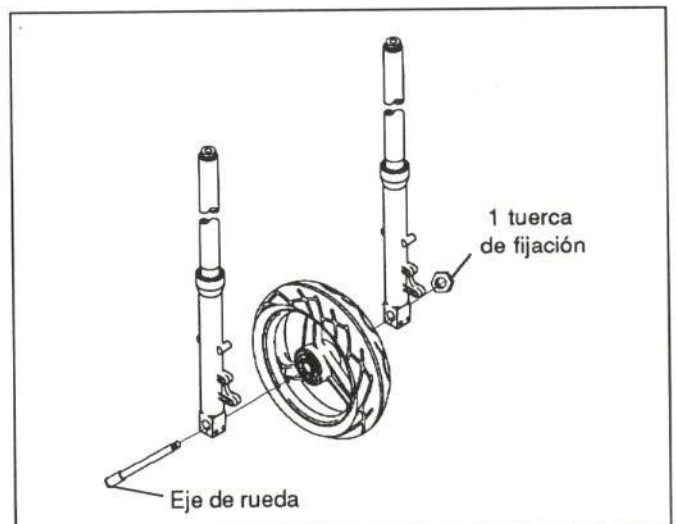

Figura 26.- Fijación de la rueda delantera
Va fijada como se indica en la figura 26.
- Rueda delantera (figura 26)